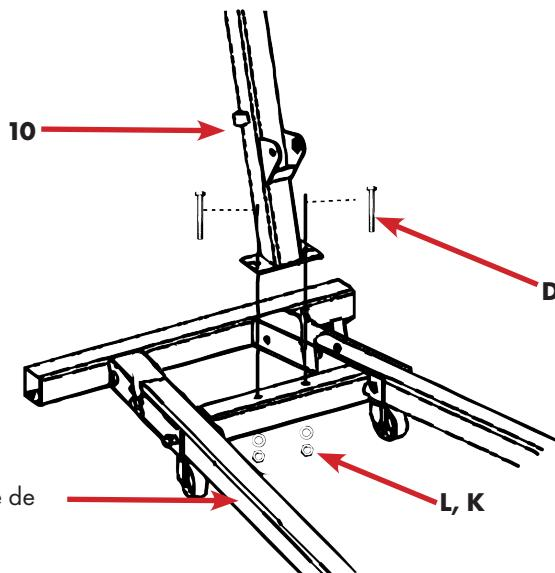

Fig.11
- Utiliser deux des goujons M14x100 avec rondelles et écrous, voir Fig. 11.
Légende figure 11 (voir aussi page 15, figure 2 et tableau 1)